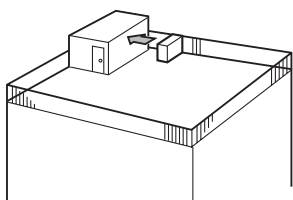

Fig. 2-3
- ① Posizionare la bocca di uscita dell'aria verso la parete più vicina, mantenendola a circa 50 cm di distanza dalla parete. (Fig. 2-3)